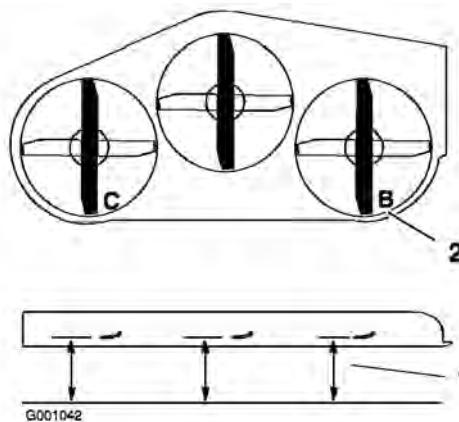

Figure 65
- Tournez la lame droite dans le sens longitudinal (Figure 65).
- Mesurez la distance au point **B** entre la surface plane et le tranchant de la pointe de la lame droite (Figure 65).
- Tournez la lame gauche dans le sens longitudinal (Figure 65).
- Mesurez la distance au point **C** entre la surface plane et le tranchant de la pointe de la lame gauche (Figure 65).